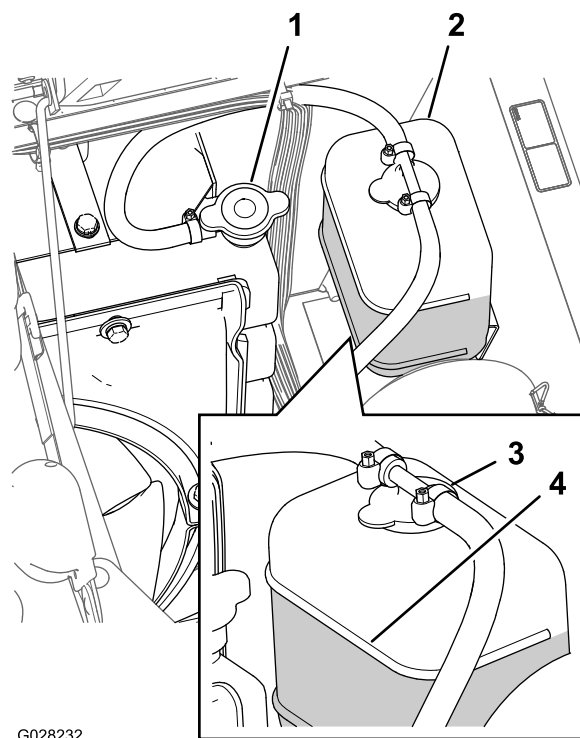

Figure 90
3. Retirez le bouchon du radiateur et le bouchon du vase d'expansion avec précaution (Figure 90).
Remarque: Le radiateur doit être rempli jusqu'en haut du goulot de remplissage et le vase d'expansion jusqu'au repère maximum (Figure 90).
5. Si le niveau de liquide de refroidissement est trop bas, enlevez le bouchon du vase d'expansion et le bouchon du radiateur. Remplissez le vase d'expansion jusqu'au repère maximum, et le radiateur jusqu'en haut du goulot de remplissage (Figure 90).
6. Remettez en place les bouchons du radiateur et du vase d'expansion (Figure 90).
2. Attendez que le moteur soit froid, puis retirez le bouchon du radiateur (Figure 90).
6. Retirez le bouchon de radiateur (Figure 90).
8. Démarrez le moteur en ayant desserré légèrement le bouchon sur le radiateur (Figure 90).
10. Une fois le liquide de refroidissement chaud, faites l'appoint jusqu'à la surface d'étanchéité du bouchon et serrez ce dernier (Figure 90).
11. Ouvrez le bouchon du vase d'expansion et versez du liquide de refroidissement jusqu'au niveau à froid (Figure 90).